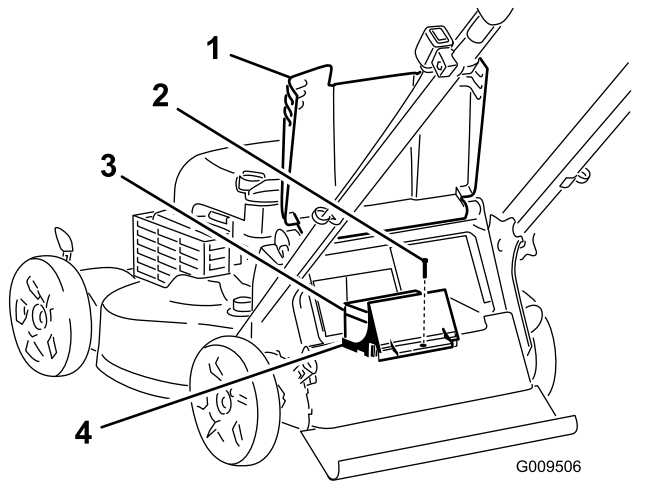

Figura 36
1. Eleve el deflector trasero y localice el compartimento de la batería (Figura 36).